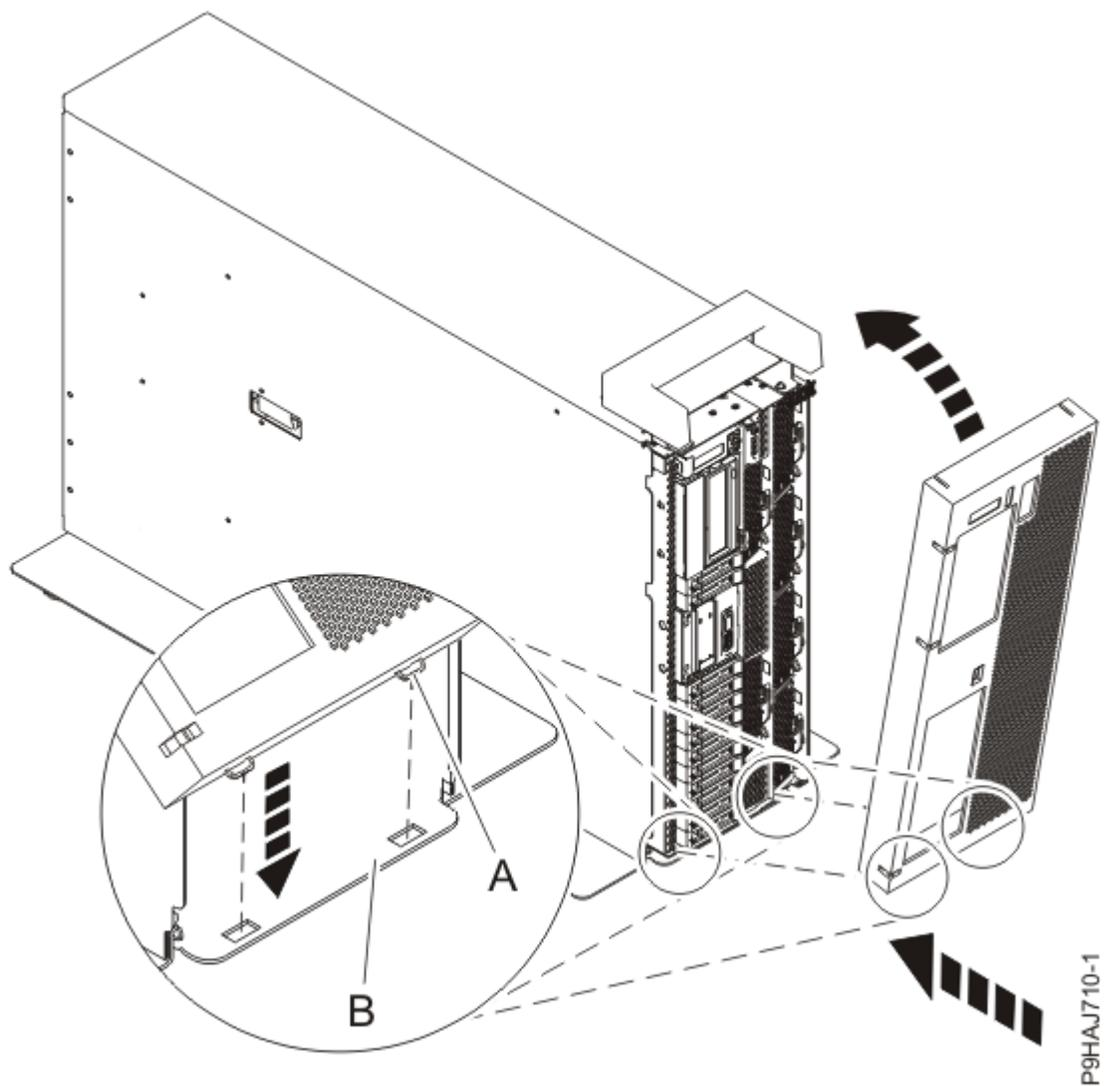

Figura 47. Instalar a porta e tampa anterior
- b) Alinhe a tampa até que as duas patilhas da tampa (**A**) estejam encaixadas nas ranhuras na placa base (**B**) conforme demonstrado na Figura 47 na página 49.